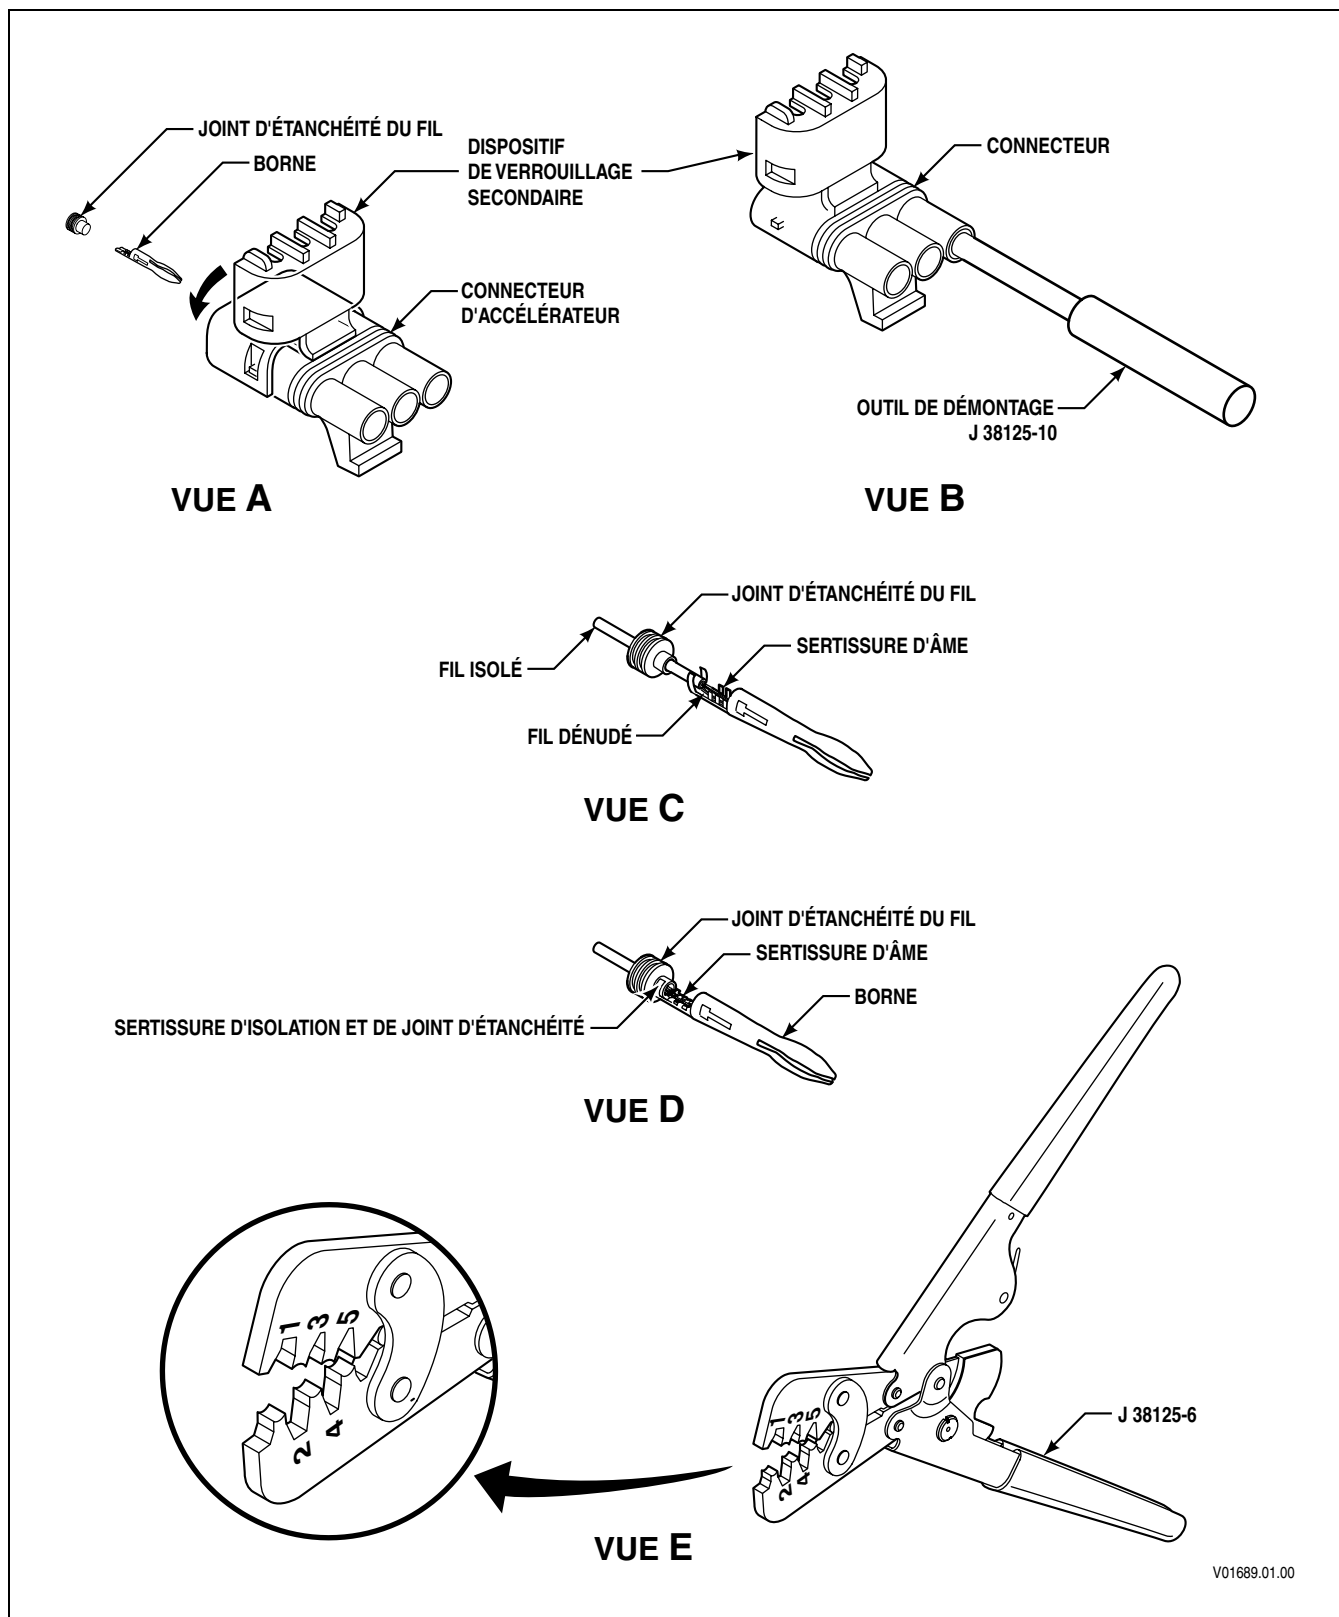

Figure E-10. Connecteurs WeatherPack Delphi-Packard (CPA, capteur de DMR à 3 voies type 3, dispositif de DMR à 3 voies (pédale dédiée))
1. Déverrouillez et ouvrez le dispositif de verrouillage secondaire du connecteur (Figure E-10, vue A).
2. À l'avant du connecteur, insérez l'outil de démontage J 38125-10 sur la borne. Poussez l'outil par-dessus la borne et tirez la borne de l'arrière du connecteur (Figure E-10, vue B).
1. Placez le joint d'étanchéité du fil sur le fil avant de dénuder ce dernier (Figure E-10, vue C).
3. Placez la borne sur l'outil de sertissage J 38125-6 (Figure E-10, vue E), matrice « 2 ».
5. Insérez le fil de façon à ce que sa partie dénudée soit dans la zone de sertissure d'âme et sa partie isolée dans la zone de sertissure d'isolation (Figure E-10, vue C).
8. Poussez le joint d'étanchéité du fil dans la borne (Figure E-10, vue D). La deuxième sertissure enveloppe le joint d'étanchéité, scellant ainsi la partie isolée du fil.